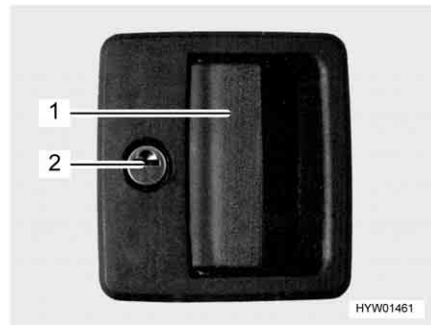

Fig. 40 Serratura della porta di ingresso, lato esterno
- Inserire la chiave nel cilindro della serratura (Fig. 40,2) e ruotare fino a quando la serratura della porta si sblocca.
- Tirare la maniglia della porta (Fig. 40,1). La porta è aperta.
- Inserire la chiave nel cilindro della serratura (Fig. 40,2) e ruotare fino a quando la serratura della porta si blocca.